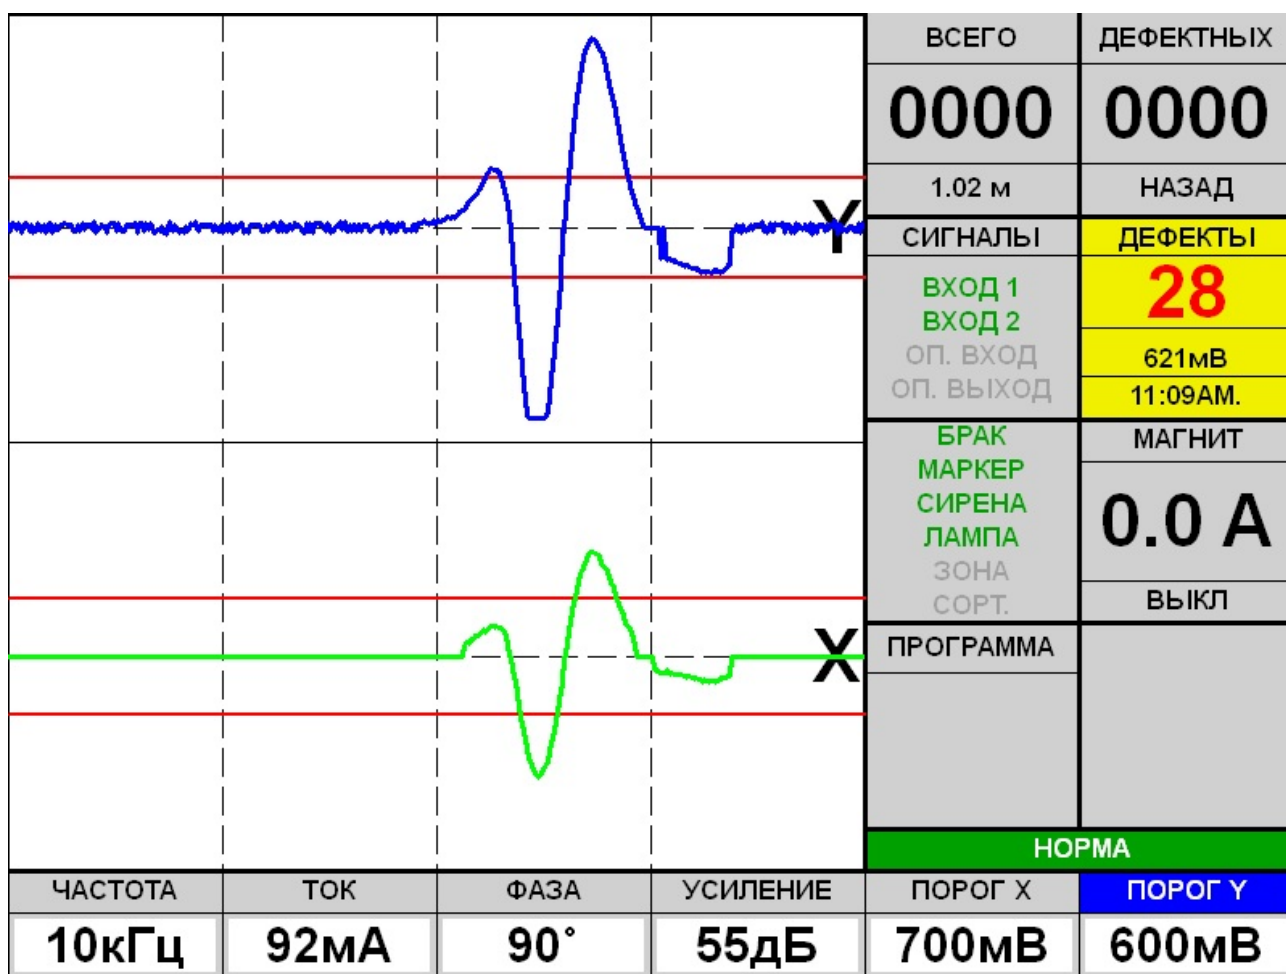

Рис. 7.3. Изображение на дисплее дефектоскопа
7.8. Включить дефектоскоп нажатием красной клавиши на передней панели электронного блока. Через некоторое время произойдет загрузка программы с параметрами контроля, установленными до последнего выключения, и на дисплее появится картинка, представленная на рис. 7.3.
Примечание: На рис.7.3 представлено отображение сигнала вихревого преобразователя в виде временной развертки. Возможно также отображение сигнала в виде комплексной плоскости.